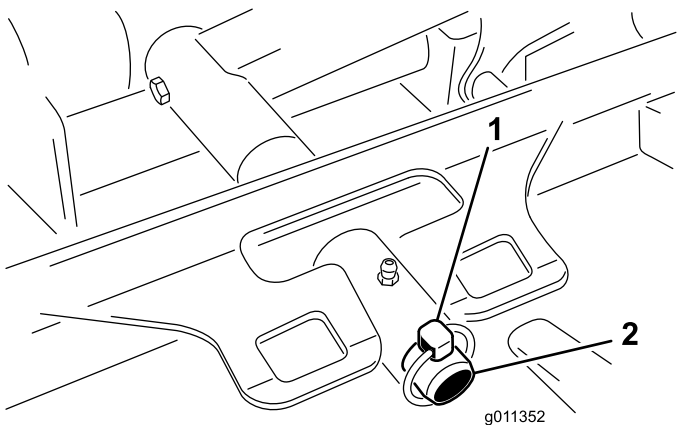

図 119
3. カッティングユニットのキャリアフレームを昇降アームのピボットピンに固定しているリンチピンランドマスター4500またはリテーナナットランドマスター4700を外す 図 119。
2. カッティングユニットのキャリアフレームを昇降アームのピボットピンにセットする 図 119。カッティングユニットをピンに取り付けるリンチピンランドマスター4500またはリテーナナットランドマスター4700を使用する。